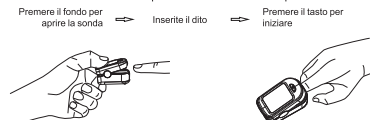

Figura 4 Guida all'utilizzo
- Tenere l'ossimetro con il display rivolto verso di sé, far scorrere il dito nella sonda di apertura del dispositivo, come mostrato di seguito (Figura 4), fino a quando la punta del dito ha toccato la guida di arresto integrata. Per i migliori risultati, assicurarsi che il dito sia centrato nella guida per le dita.